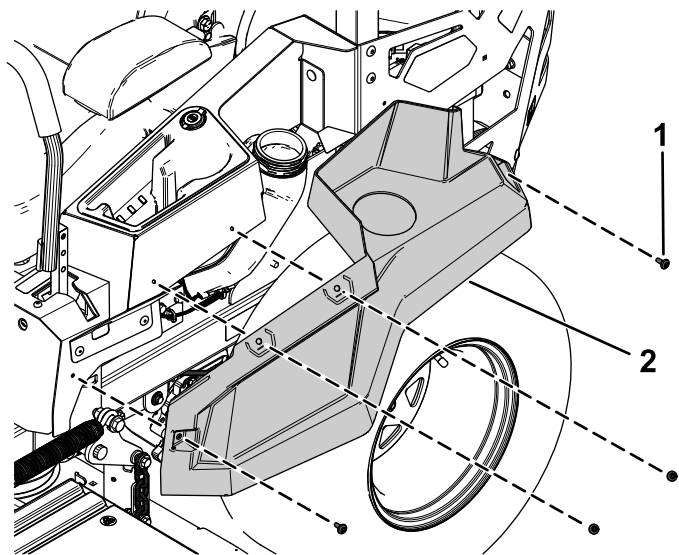

Figura 4
2. Retire los 4 tornillos de cuello largo que sujetan el carenado izquierdo, y retire el carenado izquierdo (Figura 4).